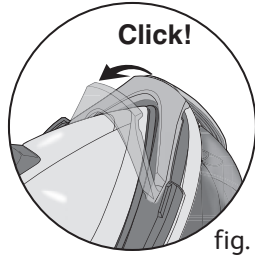

fig. 2
- Verrouillage - **fig.2**
- Posez le fer sur la plaque repose-fer du générateur et rabattez l'arceau de maintien sur le fer jusqu'à l'enclenchement du verrouillage (identifié par un « clic») - **fig.2**.